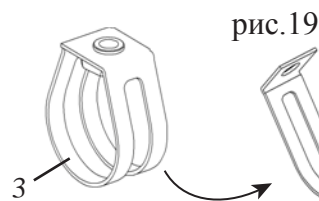
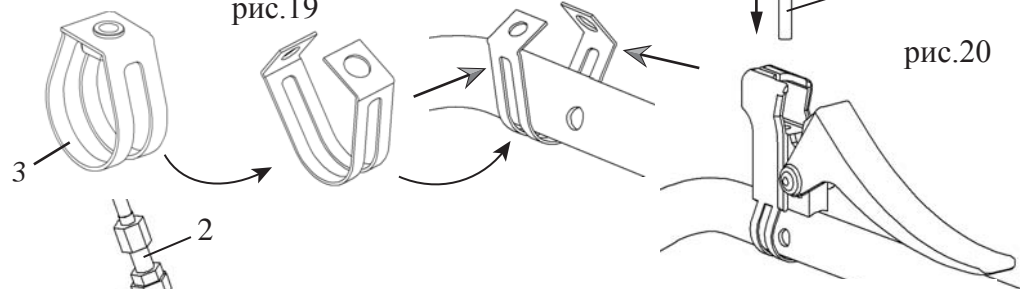
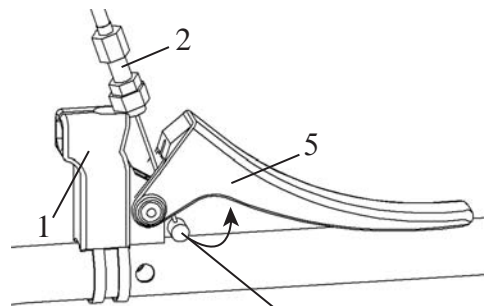
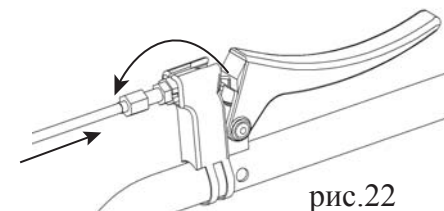

рис.19
рис.20
рис.21
рис.22
Вывернуть крепежный винт (4) хомута (3), от рукоятки отсоединить хомут, разжать его, установить на руль (правая рукоятка) и сжать (рис.19). Установить рукоятку на хомут, совместить отверстия хомута и рукоятки, закрепить с помощью винта (4) М6х30 (рис.20). Сверху в рукоятку (1) вставить трос сцепления (2) и завести наконечник (6) в рычаг рукоятки (5) (рис.21). Вставить разрезную гайку (7) до упора в шестигранное отверстие ручки (1) (рис.22).